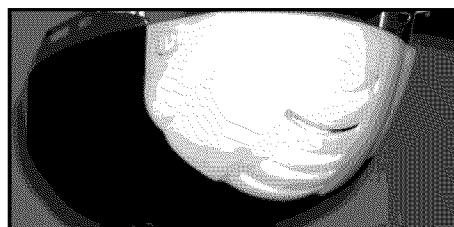

FIG. 9-2 **Apriete la lente.**
- Resbale la lente en la caja de control. Asegúrese de que las lengüetas estén bien metidas en las ranuras. (Fig. 9-2).
- Placer la lentille sur la tête motorisée. S'assurer que les languettes sont totalement engagées dans les fentes de la lentille (Fig. 9-2).